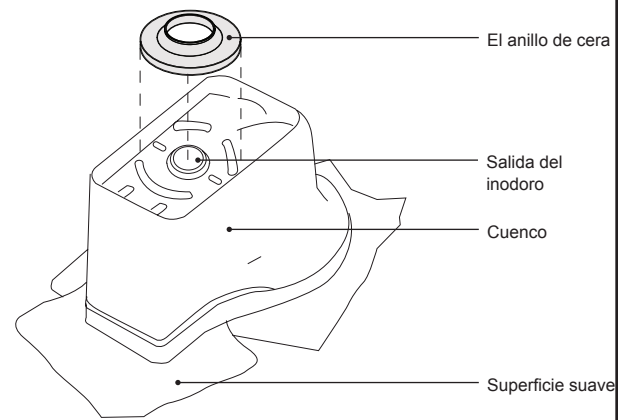

Figura 3
Al colocar el anillo de cera sobre la salida del inodoro, la brida cónica debe estar hacia arriba (Figura 3). Este reborde cónico descansará en la abertura en el piso.
**2** Coloque el anillo de cera sobre la abertura de salida del inodoro (Figura 3).